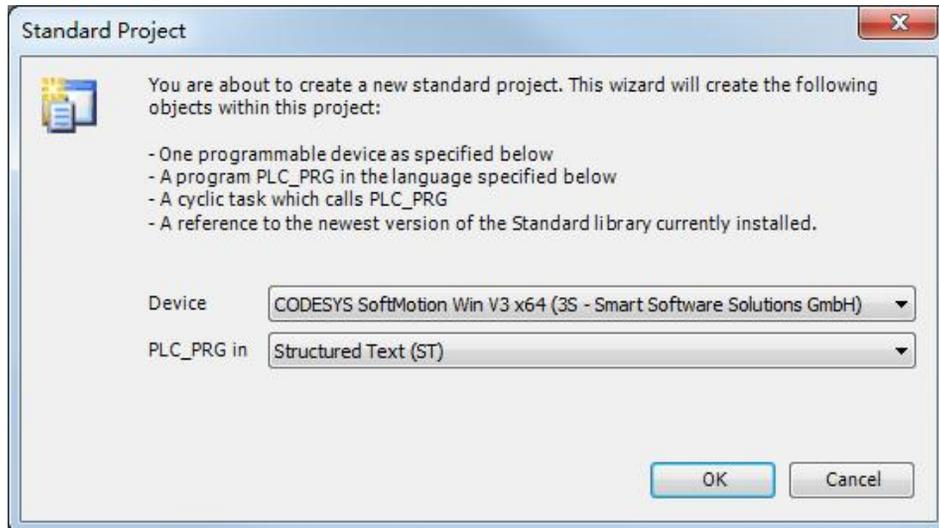

图 5-4-2
- 如图 5-4-2 所示，选择对应的设备和 PLC_RPG 所在位置。